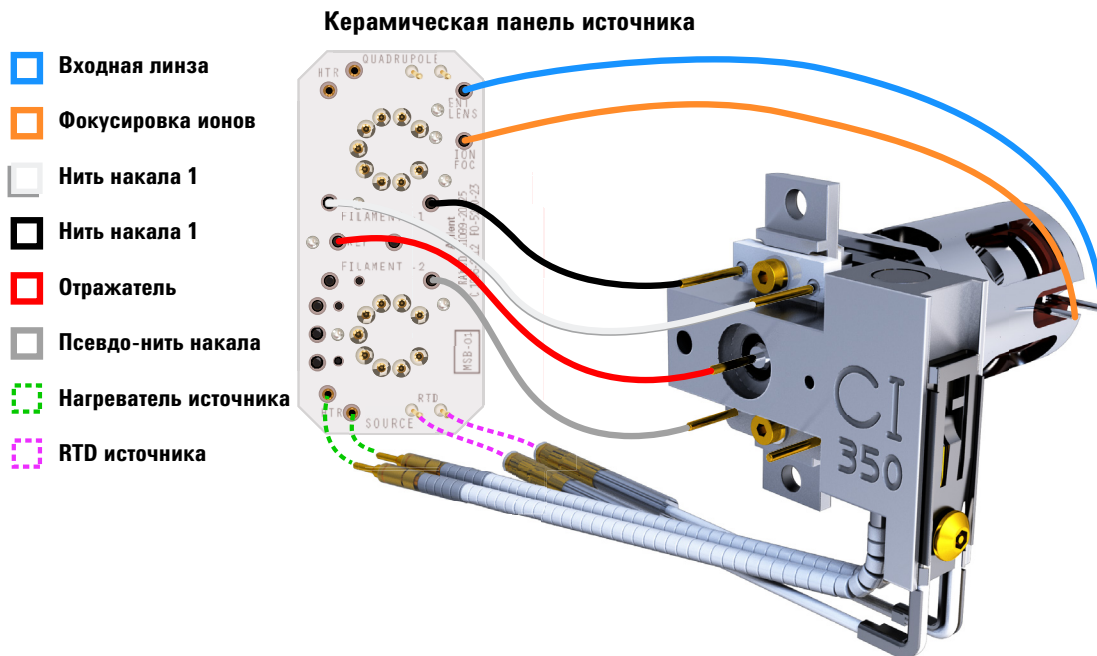

Рис. 75 Провода, соединяющие керамическую панель источника с источником
- 1 С помощью плоскогубцев подсоедините к разъемам источника (или отсоедините от разъемов источника) провода керамической панели (красный, белый, черный и серый). (См. **Рис. 75.**)
- 2 С помощью плоскогубцев подсоедините к керамической панели источника (или отсоедините от керамической панели источника) провода нагревателя источника. (См. **Рис. 75.**)